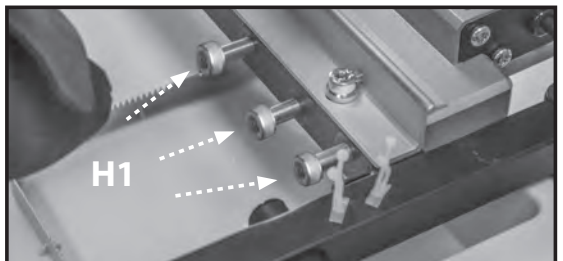

FIGURA 7
3. (Consulte la Figura 7) Asegure el conjunto del brazo de la cortadora al marco principal usando los tres tornillos de cabeza hexagonal M10 x 60 (H1) desde dentro del marco principal. Ajuste usando la llave Allen de 8mm suministrada (H2).